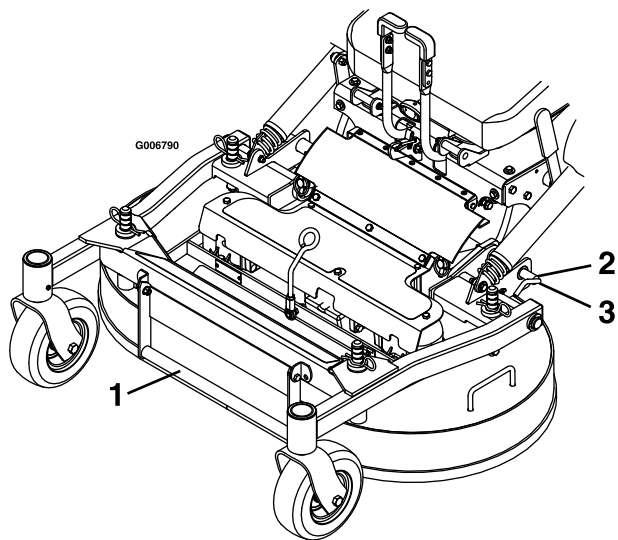

Figura 10
6. Rilasciate i perni di bloccaggio del piatto di taglio su ciascun lato (Figura 10).
4. Spingete i perni di bloccaggio del piatto all'interno e ruotateli in avanti per bloccare saldamente il piatto di taglio in posizione abbassata (Figura 10).